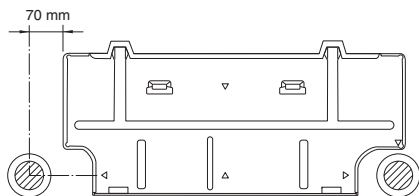

Fig. 3-34
- (1) Placer le panneau arrière de l'unité intérieure contre le mur à l'endroit choisi. Avec un niveau de charpentier ou un mètre ruban, s'assurer que le panneau est horizontal en mesurant à partir du plafond. Fixer le panneau arrière au mur après avoir découpé le trou.
- (2) Déterminer de quel côté il faut percer le trou pour la tuyauterie et le câblage. (Fig. 3-34)
Dans le cas de la tuyauterie arrière gauche, utiliser les points de mesure des côtés du panneau arrière pour le positionnement précis de la sortie du tuyau. (Fig. 3-34)